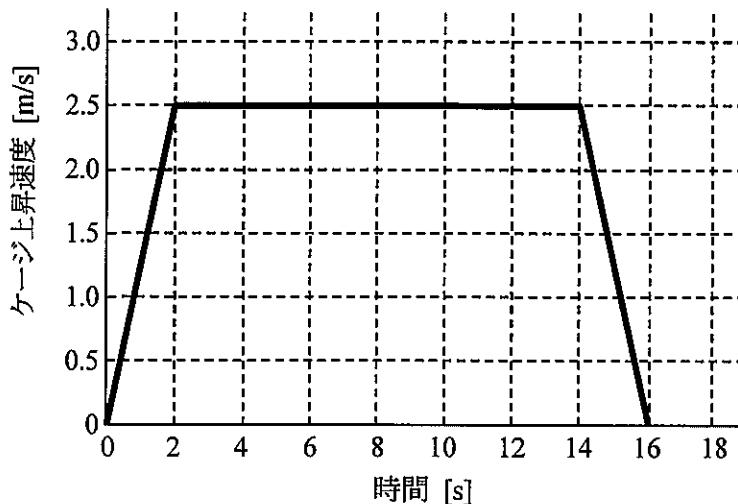

図3 平衡ケージ巻上機の運転速度パターン
また、図3は積荷を載せた側のケージを上昇させるとときの上昇速度のパターンを表している。このときの電動機の所要入力を求めたい。なお、重力の加速度は $9.8\text{ m/s}^2$ とする。
- ① 始動後 2 秒での綱車の角速度は 13 [rad/s] である。
- ② 綱車を加速回転させる場合は、 $J_0$  に加えて、ケージ、運搬車及び積荷を合計した質量に基づく慣性モーメントを合わせて考える必要がある。ケージ 2 台、運搬車 2 台、及び積荷の合計質量が綱車から 0.5 m の距離に位置するとみなしたときの慣性モーメント  $J_W$  [kg·m2] と  $J_0$  を加えると、合計の慣性モーメント  $J_T$  は 14 [kg·m2] となる。
- ③ 加速上昇期間に綱車に作用するトルクの値  $T_2$  [kN·m] は、合計の慣性モーメント  $J_T$  と角加速度の積から求められるトルク  $T_T$  [kN·m] と、積荷に働く重力によって生じるトルク  $T_1$  の和として求められ、15 [kN·m] となる。
- ④ 加速上昇期間の電動機の最大所要出力は、加速の終了直前の瞬間に生じる。
- ① この期間では、加速上昇期間よりも少ない出力で運転される。
3) この巻上機に用いる電動機の、図 3 の運転速度パターンの全期間における最大所要入力を求める。